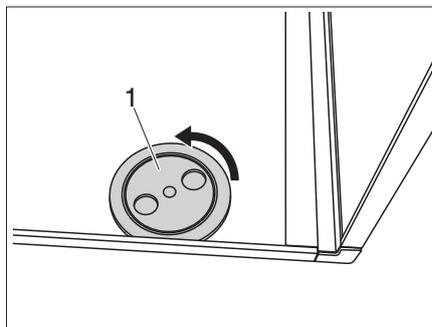

Fig. 26 Smontaggio dei coperchi
- Svitare i coperchi (Fig. 26,1) dai fissaggi a sinistra e a destra.